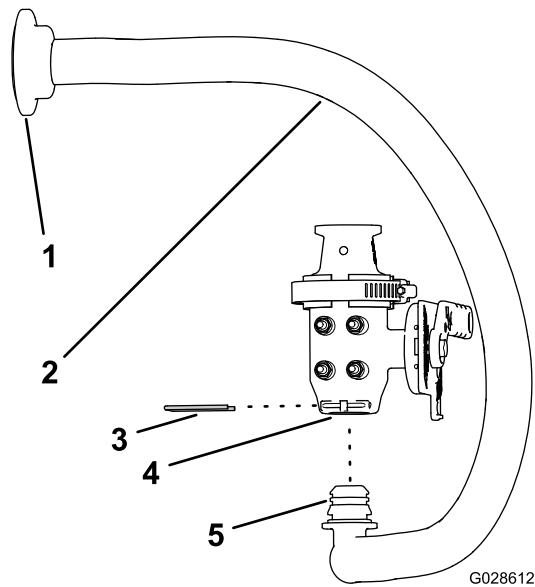

Bild 18
3. Befestigen Sie den 90°-Krümmer des Ejektorzulaufschlauchs in der unteren Anschlussstelle des Ejektorventils (Bild 18).
| 4. Befestigen Sie den Krümmer mit dem Halter am Ventil (Bild 18). | |